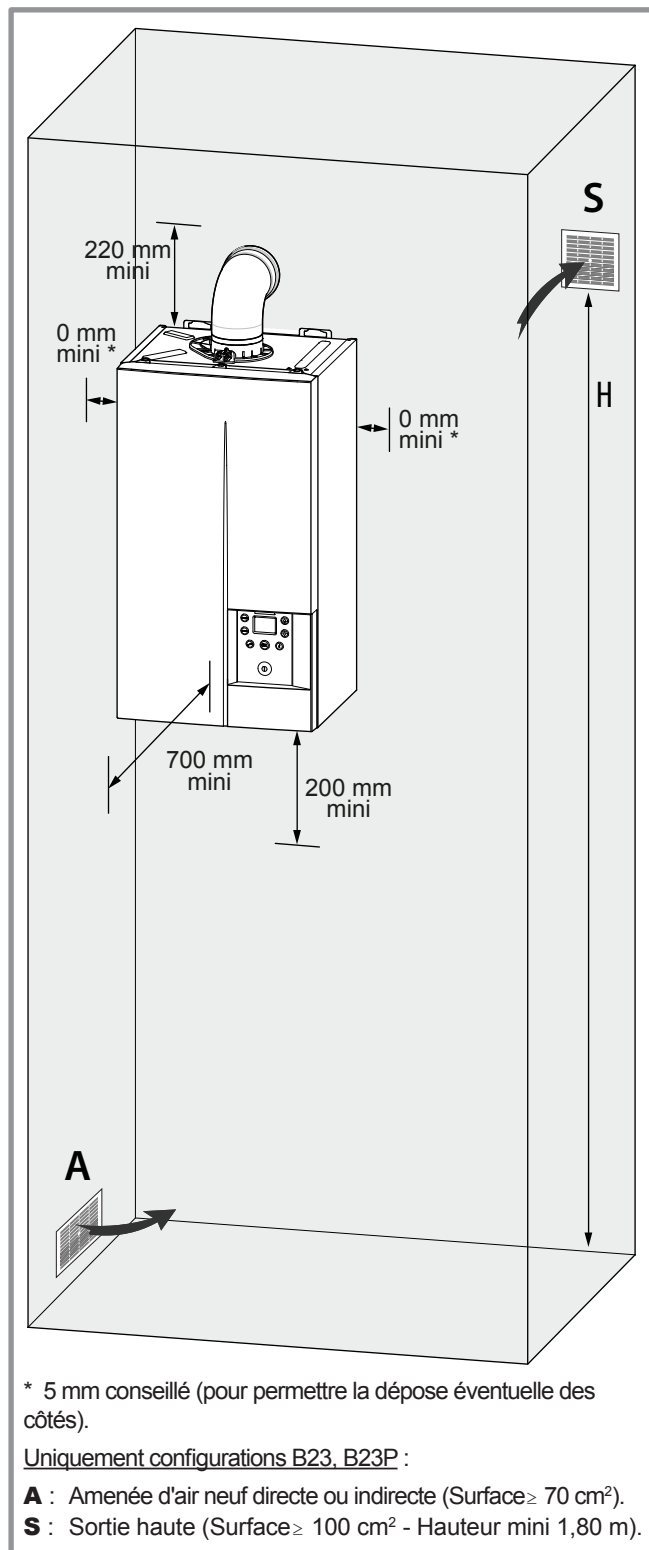

figure 7 - Dégagements minimum d'installation autour de la chaudière
- Pour faciliter les opérations d'entretien et permettre l'accès aux différents organes, il est conseillé de prévoir un espace suffisant tout autour de l'appareil (figure 7).